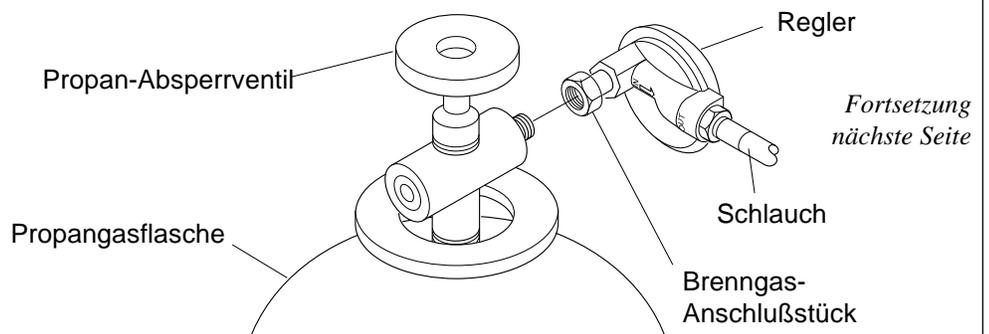

Abb. 3 - Stellung des Reglers
2. Das Brenngas-Anschlußstück des mit dem Schlauch verbundenen Reglers an der (den) Propangasflasche(n) anschließen und mit dem Schraubenschlüssel gut festziehen. **WICHTIG:** Den Regler so anmontieren, daß der vom Regler fortführende Schlauch horizontal verläuft (siehe Abb. 3). In dieser Stellung ist die Belüftungsöffnung des Reglers vor Witterungseinflüssen geschützt.